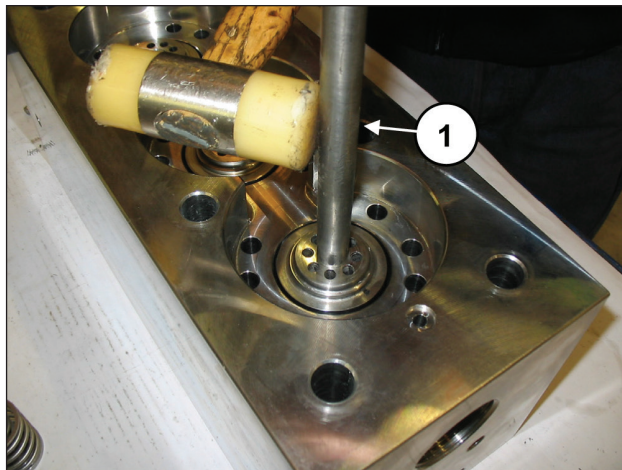

Fig. 115
Si les sièges de soupapes sont bloqués sur la culasse à cause de la présence de calcaire ou s'ils sont oxydés, les débloquer en faisant passer l'outil (réf. 034300020 pour SKH20-22-24 ou réf. 034300010 pour SKH26-28-30) dans l'orifice de refoulement (rep. ①, Fig. 115).